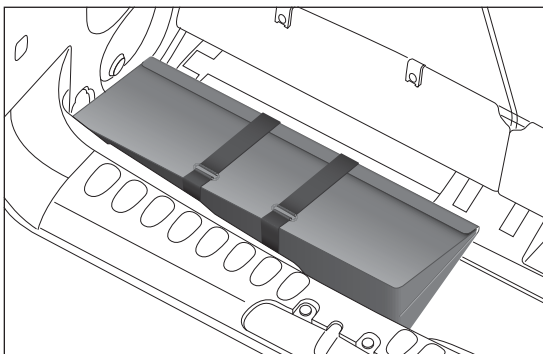

Abb. 27
- Versionen mit 7 Sitzplätzen: Den Kofferraum öffnen und die Werkzeugtasche Abb. 27 heraus nehmen;